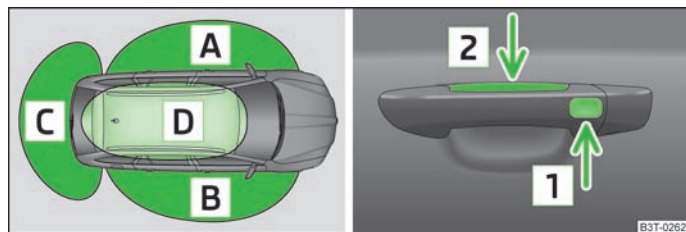

Fig. 15 KESSY : Désignation des zones de déverrouillage/verrouillage du véhicule
- Le capteur à l'extérieur de la poignée de la portière avant **1** » fig. 15 - sert à verrouiller le véhicule,
- Le capteur à l'intérieur de la poignée de la portière avant **2** » fig. 15 - sert à déverrouiller le véhicule.
Si une clé valide se trouve dans la zone **A** » fig. 15 ou **B** du le véhicule, il est possible de déverrouiller le véhicule à partir de la portière à proximité de laquelle la clé se trouve. C.-à-d. que si la clé se trouve dans la zone **A**, vous pouvez déverrouiller le véhicule au niveau de la poignée de la portière avant gauche. Si une clé valide se trouve dans la zone **C**, il est possible de déverrouiller le capot du coffre à bagage.
➤ Prenez la poignée de la portière avant ou couvrez le capteur **2** » fig. 15 de toute la surface de la main pour déverrouiller le véhicule. Le véhicule ne se déverrouille pas si le capteur **2** est recouvert en même temps que le capteur **1** pendant l'opération de déverrouillage.
Après avoir verrouillé le véhicule au moyen du capteur **1** » fig. 15, il faut attendre plus de 2 secondes avant de pouvoir déverrouiller le véhicule au moyen du capteur **2**. Il est ainsi possible de contrôler si le véhicule est verrouillé en tirant sur la poignée.
- N'utilisez pas de gants ou autres objets pouvant empêcher un contact direct entre la main et le capteur pour le verrouillage ou déverrouillage du véhicule au moyen du capteur **1** » fig. 15 ou **2**.
Après le verrouillage et la fermeture des portières y compris la malle arrière, si la clé avec laquelle le véhicule a été verrouillé reste dans la zone **D** » fig. 15, la protection contre un oubli involontaire de la clé dans le véhicule s'active et celui-ci se déverrouille de nouveau.
Si le véhicule n'est pas déverrouillé pendant 60 heures, les capteurs **1** » fig. 15 et **2** dans la poignée de la portière du passager avant sont désactivés automatiquement. Pour une réactivation, il faut que les conditions suivantes soient remplies :
- Déverrouillage de la portière du conducteur au moyen du capteur **2** » fig. 15,
Si le véhicule n'est pas déverrouillé à l'intérieur au cours des 90 heures suivantes, les capteurs **1** » fig. 15 et **2** dans la poignée de la portière du conducteur se désactivent automatiquement. Pour une réactivation, il faut que les conditions suivantes soient remplies :
Pendant le verrouillage du véhicule, si vous maintenez le doigt sur le capteur **1** » fig. 15 pendant plus de 2 secondes, les fenêtres restées ouvertes et le toit coulissant panoramique se ferment. La procédure de fermeture s'interrompt si vous relâchez le capteur **1**. Si vous touchez de nouveau le capteur **1**, le processus de fermeture de la fenêtre et du toit coulissant panoramique se poursuit.